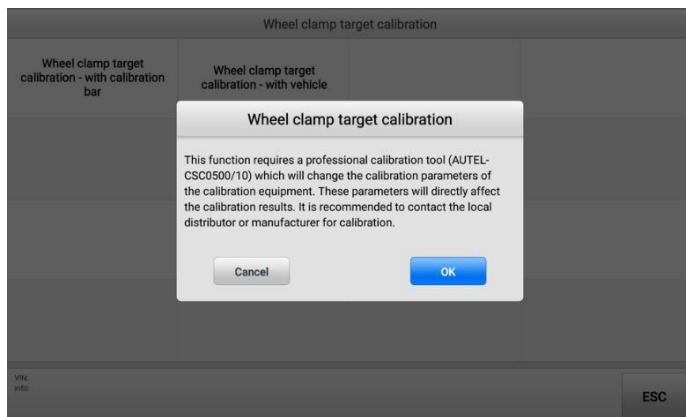

**Abbildung 5-19 Kalibrierungsmethode auswählen**
4. Wählen Sie **Radklammer-Zielkalibrierung - mit Fahrzeug** auf der rechten Seite des Bildschirms. Siehe Abbildung 5-19 Kalibrierungsmethode auswählen.